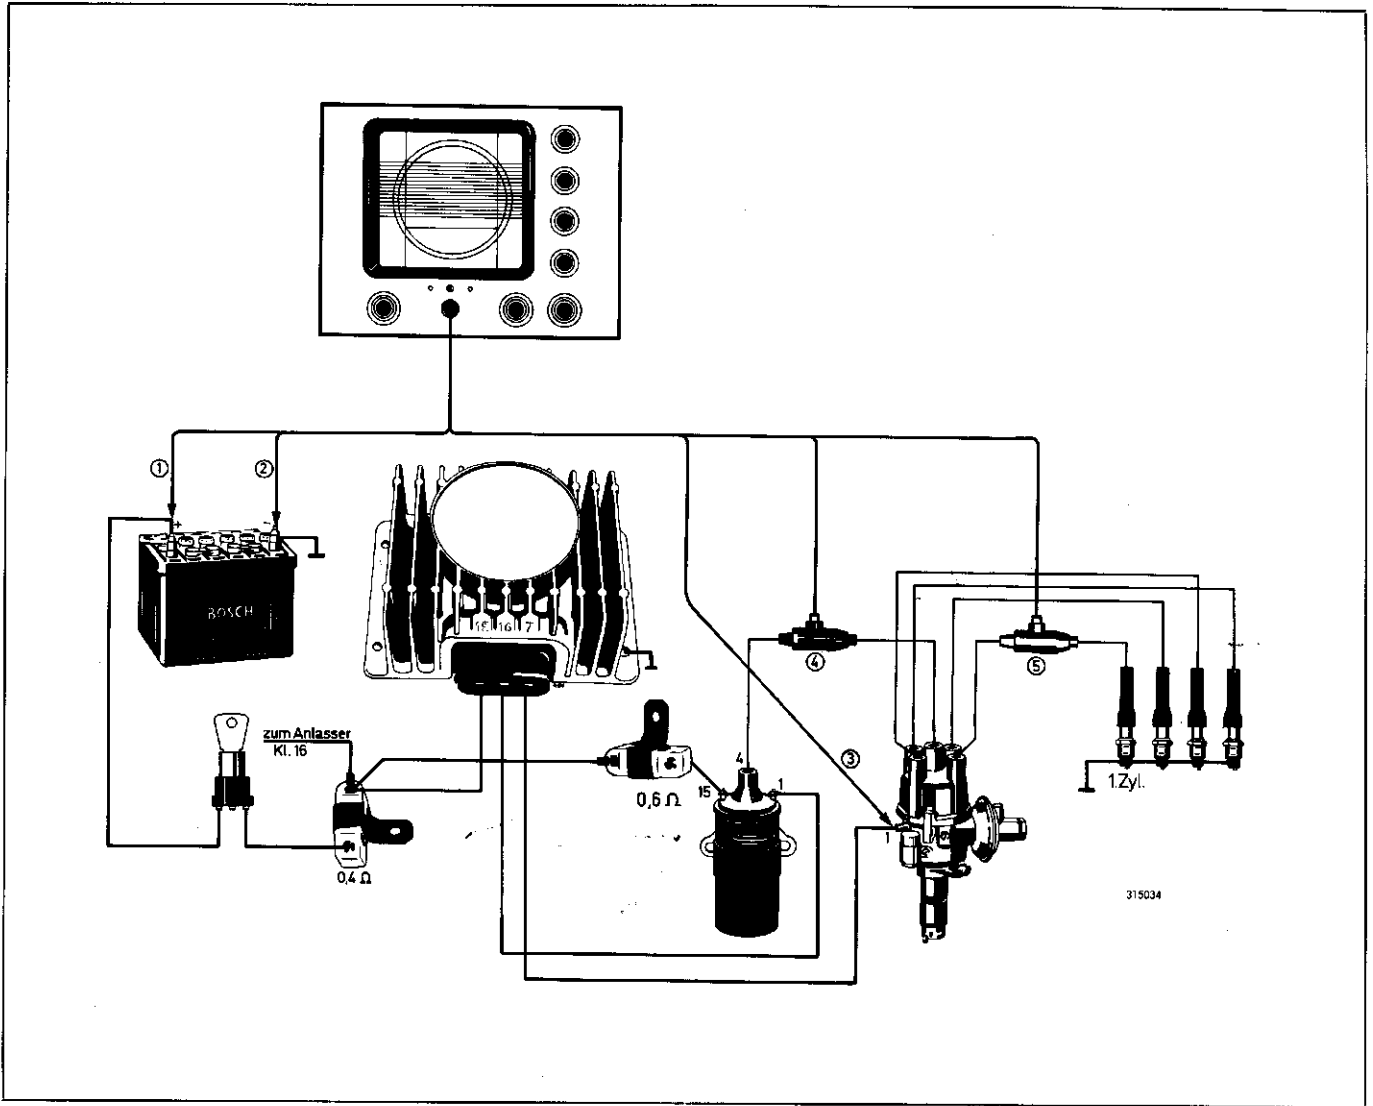

Bild 3
1.2.2 Schaltgerät mit Silizium-Transistoren bestückt (Bild 3)
- ① roter Klipp an B +
- ② schwarzer Klipp an B —
- ③ grüner Klipp an Zündverteiler Klemme 1
- ④ schwarzer Geber in Leitung 4
- ⑤ roter Geber an Zylinder 1
1.2.2 Control Unit with Silicon Transistors (Fig. 3)
- ① red clip to B +
- ② black clip to B —
- ③ green clip to distributor terminal 1
- ④ black pick-up to cable 4
- ⑤ red pick-up to cylinder 1
1.2.2 Blocs électroniques avec transistors au silicium (Fig. 3)
- ① pince rouge à B +
- ② pince noire à la masse (B —)
- ③ pince verte à la borne 1 de l'allumeur
- ④ capteur noir au câble 4
- ⑤ capteur rouge au premier cylindre